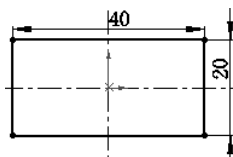

图 4.4.10 横断面草图
(1) 选择命令。选择下拉菜单“插入(I)” → “凸台/基体(B)” → “拉伸(E)...”命令, 或单击“特征(F)”工具栏中的按钮。
(2) 定义特征的横断面草图。选取上视基准面作为草图基准面。在草绘环境中绘制图 4.4.10 所示的横断面草图。退出草绘环境, 此时系统弹出“凸台-拉伸”对话框。
(3) 定义拉伸深度属性。单击“反向”按钮。在“凸台-拉伸”对话框“方向1”区域的下拉列表中选择“给定深度”选项, 输入深度值 3。
(4) 单击按钮, 完成凸台-拉伸特征 1 的创作。